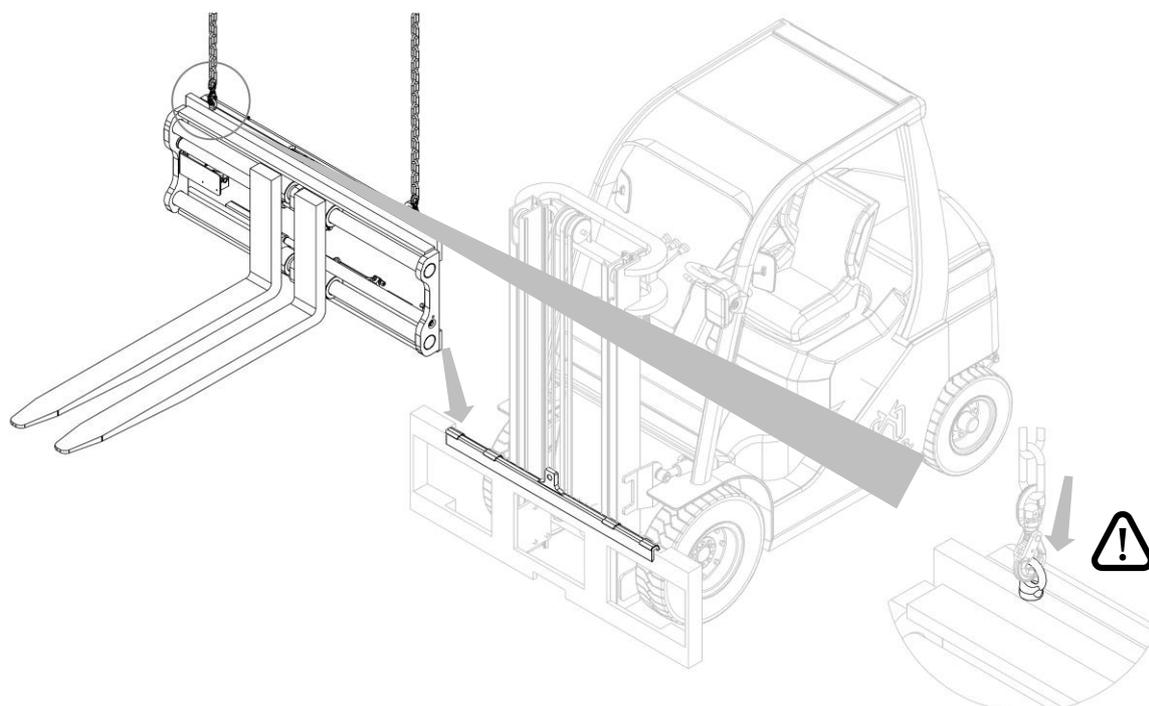

Figura 8
8. Per la movimentazione devono essere usati dei golfari, i quali devono essere avvitati negli appositi fori (vedi dettaglio Figura 8).
9. Con un carro ponte o un paranco di portata sufficiente posizionare l'attrezzatura sul doppio gancio, avendo cura di posizionarla in modo corretto (vedi Figura 8).